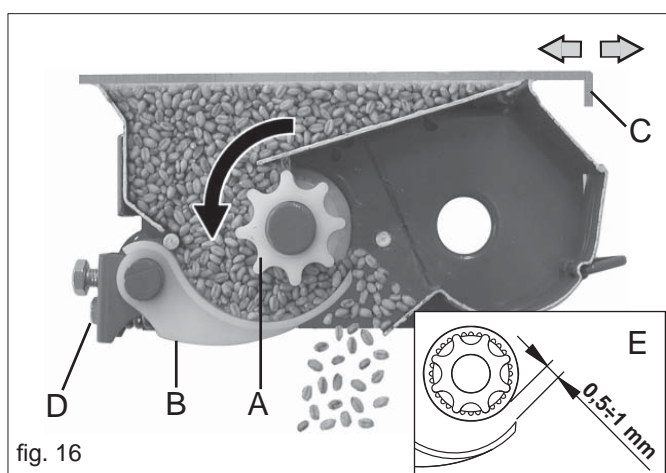

fig. 16
Korrekt eingestellte Abtaster (B Abb. 16) sichern einen gleichmäßigen und konstanten Verteilfluß des Saatgutes.
- 3) über die Schraube (D) wird der Abstand zwischen Abtaster und Verteilerwalze auf $0,5 \div 1$ mm (E Abb.16) eingestellt.
Die Schliesser (C Abb. 16) der Saatgutausslassöffnung aus dem Trichter haben zwei Positionen: